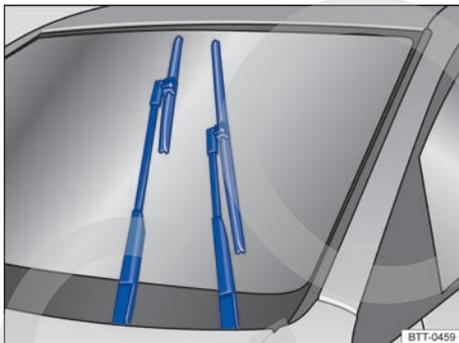

Fig. 112 Limpiavidrios en posición de servicio.
En la posición de servicio se pueden levantar los brazos portaescobillas del parabrisas → fig. 112. Para poner el limpiavidrios en posición de servicio, proceda de la siguiente manera:
- Presione la palanca del limpiavidrios brevemente hacia abajo → fig. 112 .